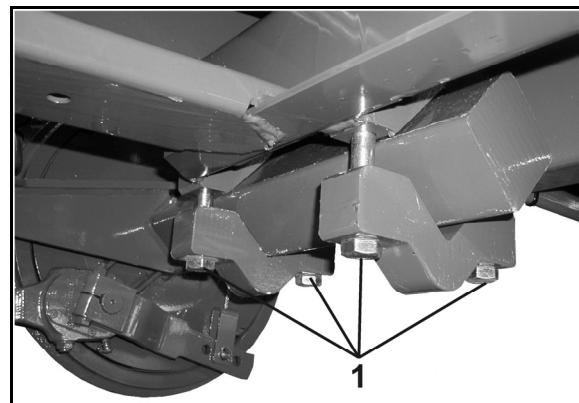

Fig. 104
4. Desfaceți șuruburile de prindere (Fig. 104/1) lösen.